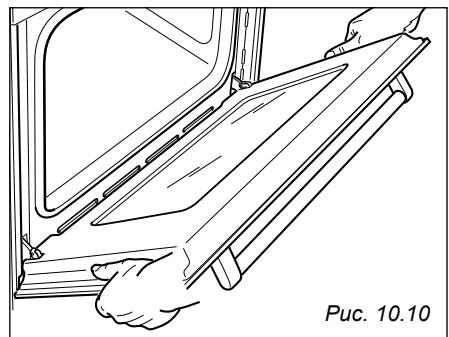

Рис. 10.10
- Полностью откройте дверцу духового шкафа (Рис. 10.10а).
- Полностью откройте рычаг «А» на правом и левом шарнирах (Рис. 10.10б).
- Возьмитесь за дверцу, как показано на Рис. 10.10.
- Немного закройте дверцу (Рис. 10.10), так чтобы рычаги «А» правого и левого шарниров зацепились за часть «В» дверцы (Рис. 10.10б).
- Вытащите крючки шарнирного соединения из пазов, как показано стрелкой «С» (рис. 10.10г).
Рис. 10.10а
Рис. 10.10б
Рис. 10.10в
Рис. 10.10г